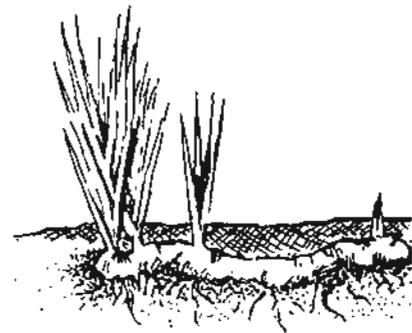

Fig. 11
*Rizomas.* Crecen horizontalmente y emiten ramas aéreas. Ej. lirios (fig. 11).